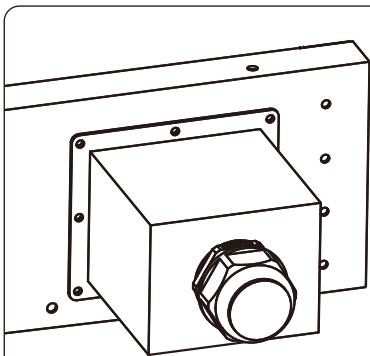
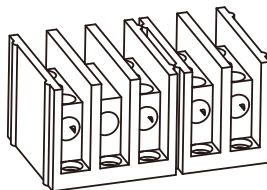

Рис. 5.7 Розподільна коробка змінного струму
Рис. 5.8 Клема змінного струму
- 1) Викрутіть 8 кріпильних гвинтів на розподільній коробці змінного струму інвертора, як показано на Рис. 5.7. Після зняття розподільної коробки ви зможете побачити клеми інвертора. За замовчуванням вони мають 4 цифри, як показано на Рис. 5.8.